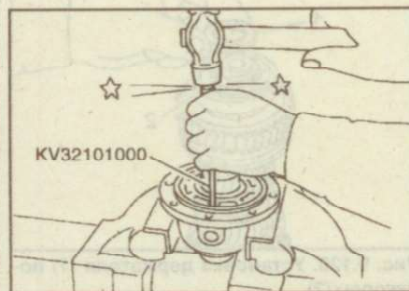

Рис. 9.127. Выбивание цилиндрического штифта крепления оси сателлитов
6. Тонкой выколоткой выбейте цилиндрические штифты крепления оси сателлитов (рис. 9.127).